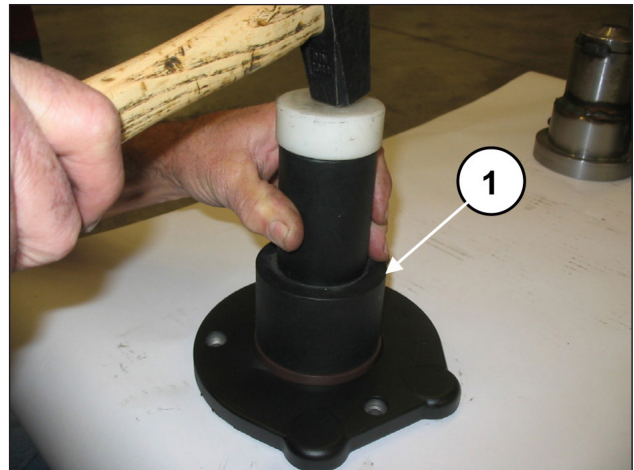

Abb. 70
Setzen Sie den Ölabbstreifring in den Getriebebeflansch ein. Verwenden Sie hierfür die Werkzeuge Art. 27515900 und 27548200 (Pos. ①, Abb. 70).